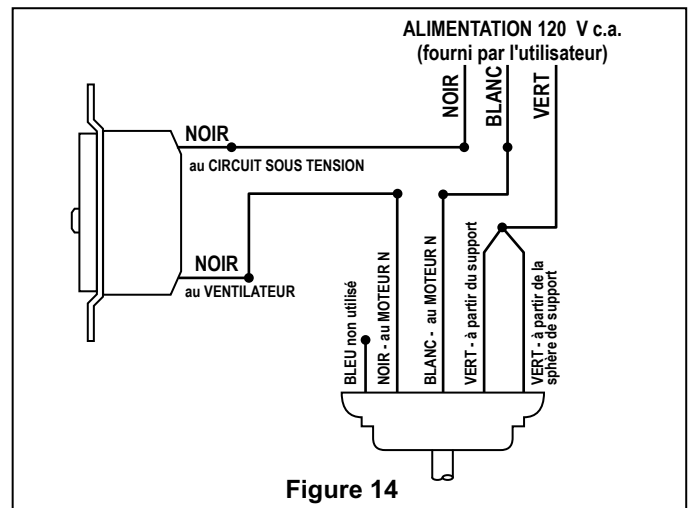

Figure 14
2. Installation de la commande murale (Figures 14 et 15):
- Faire les connexions de câblage avec des écrous à fil comme montré à la Figure 14.